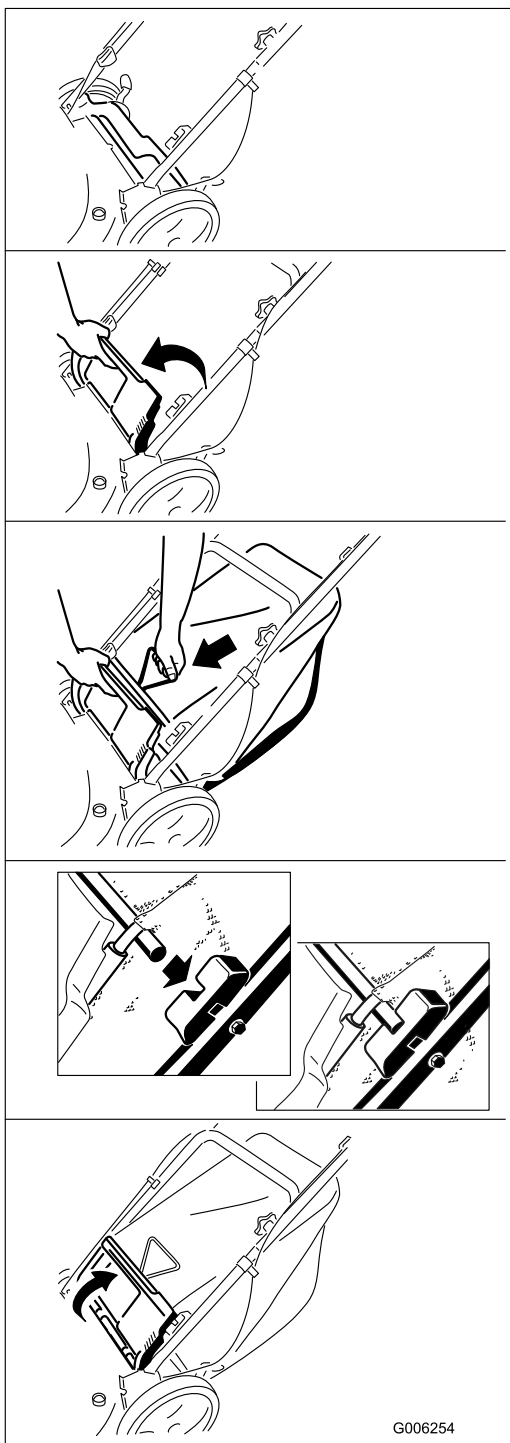

Figura 16
2. Instale la bolsa de recortes (Figura 16).